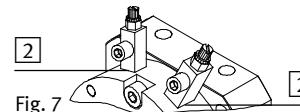

Fig. 7
- Använd strypbackventiler GRLA för att ställa in vridhastigheten. Dessa skruvas in direkt i tryckluftsanslutningarna **[2]** (Fig. 7).